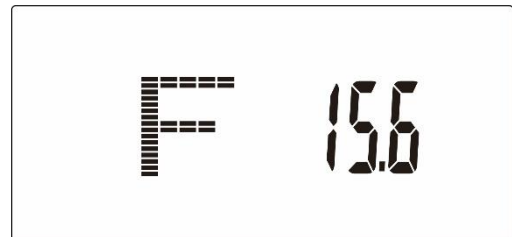

Bild 23
4. Displayen visar BMI (Bild 23), FAT % (Bild 24) och BODY FAT rådgivande symbol (Bild 25).